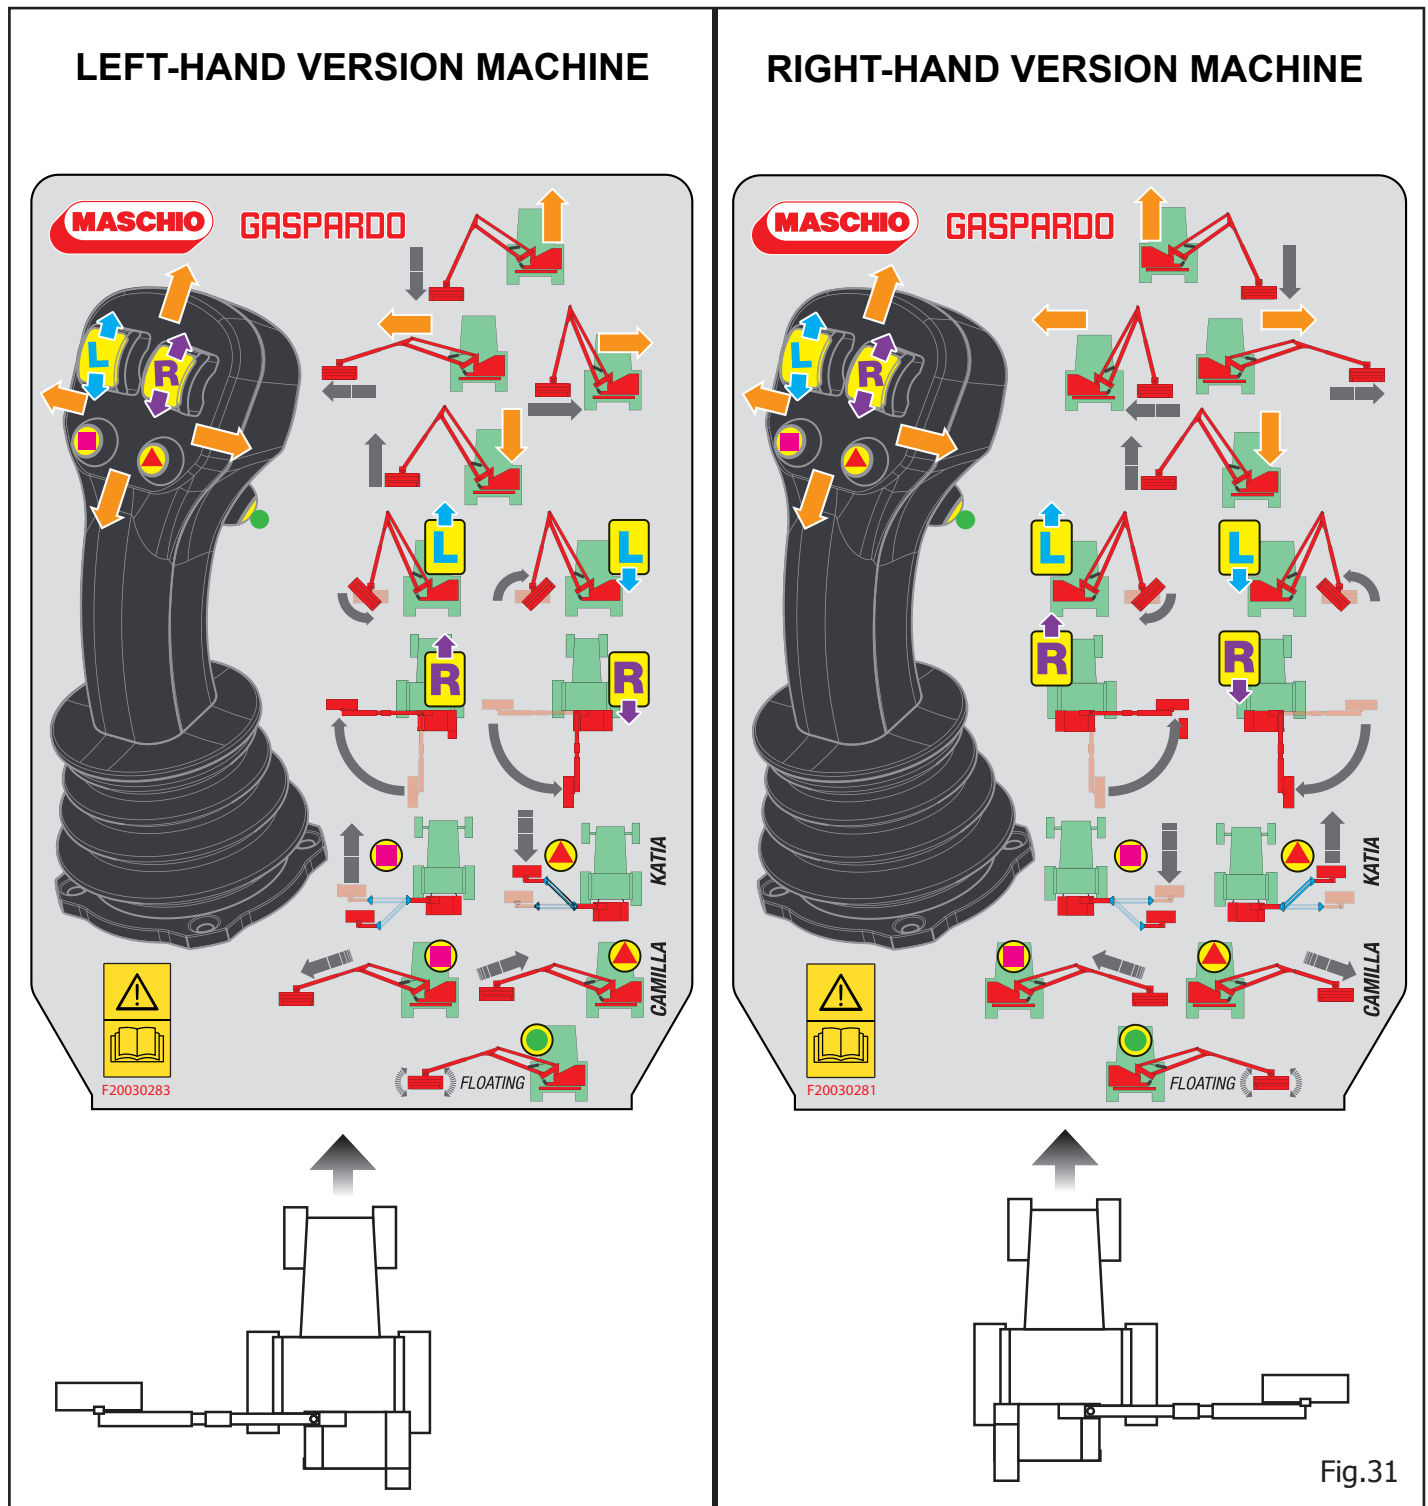

Fig.31
4.12 ELECTRO-PROPORTIONAL CONTROLS (Fig.31)